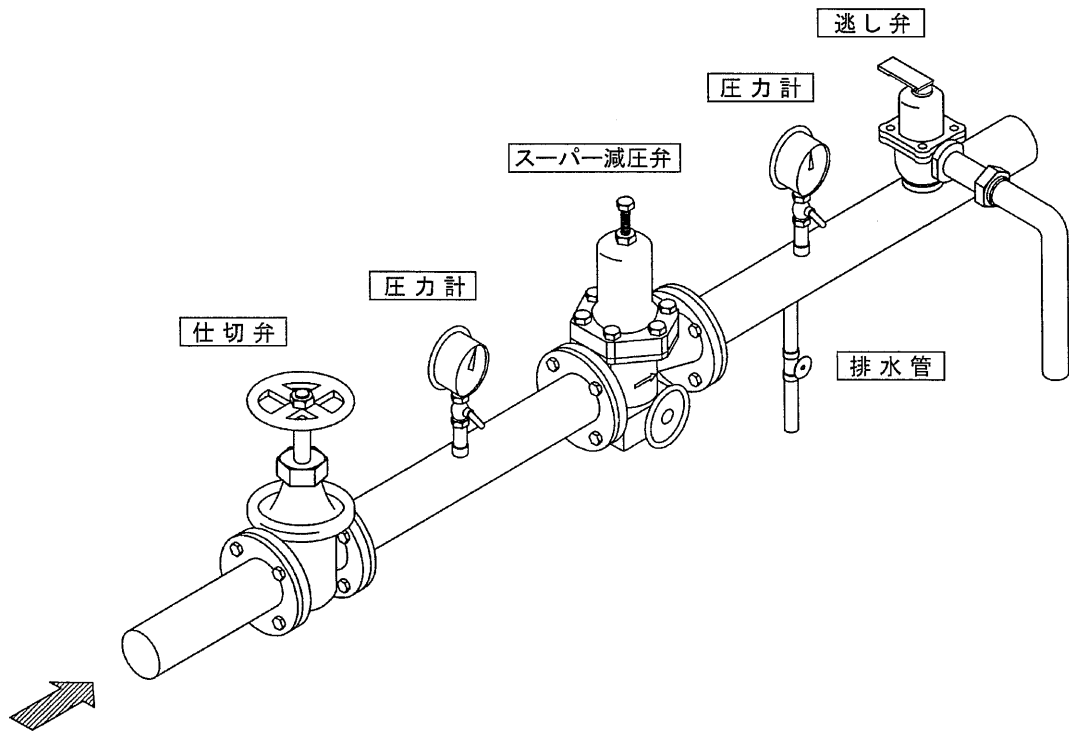

図4 配管例図
6.4 配管に際しては、保守・点検のため図 4 のように減圧弁の前後に圧力計、入口側に仕切弁、出口側に機器保護用の逃し弁を設け、排出管を設置してください。本製品は閉止機能がありますが、一次側の仕切弁はバイパス機能を使用の際に流量調整に使用するため、必ず設置してください。減圧弁の前後には、できるだけ直管部を設けるようお勧めします(直管部の寸法は表 2 参照)。また、弁箱(12)の両側に圧力計取り付け用のねじがありますので、ご利用ください。